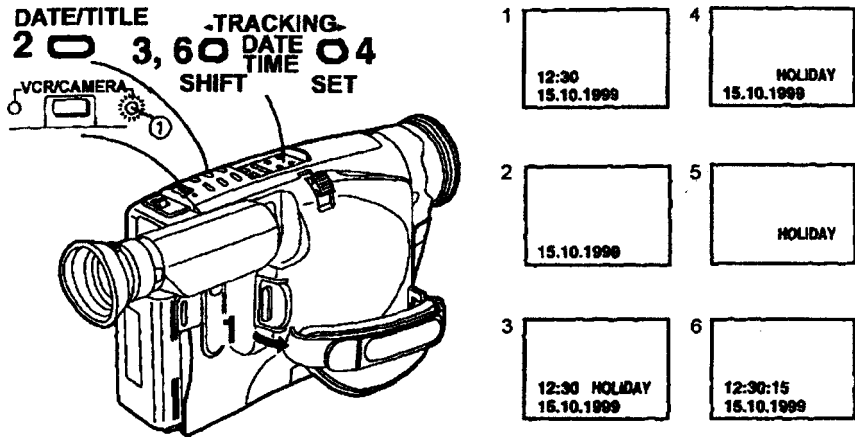

Рис. 3.21. Установка даты и времени
1. Повернуть от видеокамеры переключатель Power для ее включения. Высвечивается лампа Camera (1) (рис. 3.21).